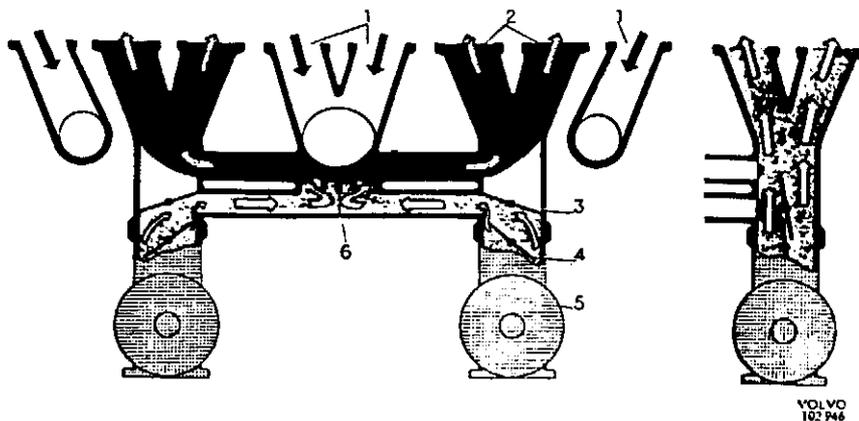

Abb. 86 Abgasreinigungsanlage B 20 B, schematisch dargestellt
Das Prinzip für B 20 B geht aus Abb. 86 hervor. Im Ansaugrohr befindet sich bei jedem Vergaser eine Regelklappe (3). Bei normalem Fahren (mit niedrigem Leistungsverbrauch) sind die Regelklappen geschlossen, so daß das Kraftstoff-Luftgemisch von den Vergasern über eine gemeinsame Vorwärmkammer (6) geleitet wird, wo das Gemisch beider Vergaser vermischt, durch die Abgase erwärmt und vollständig verdampft wird.